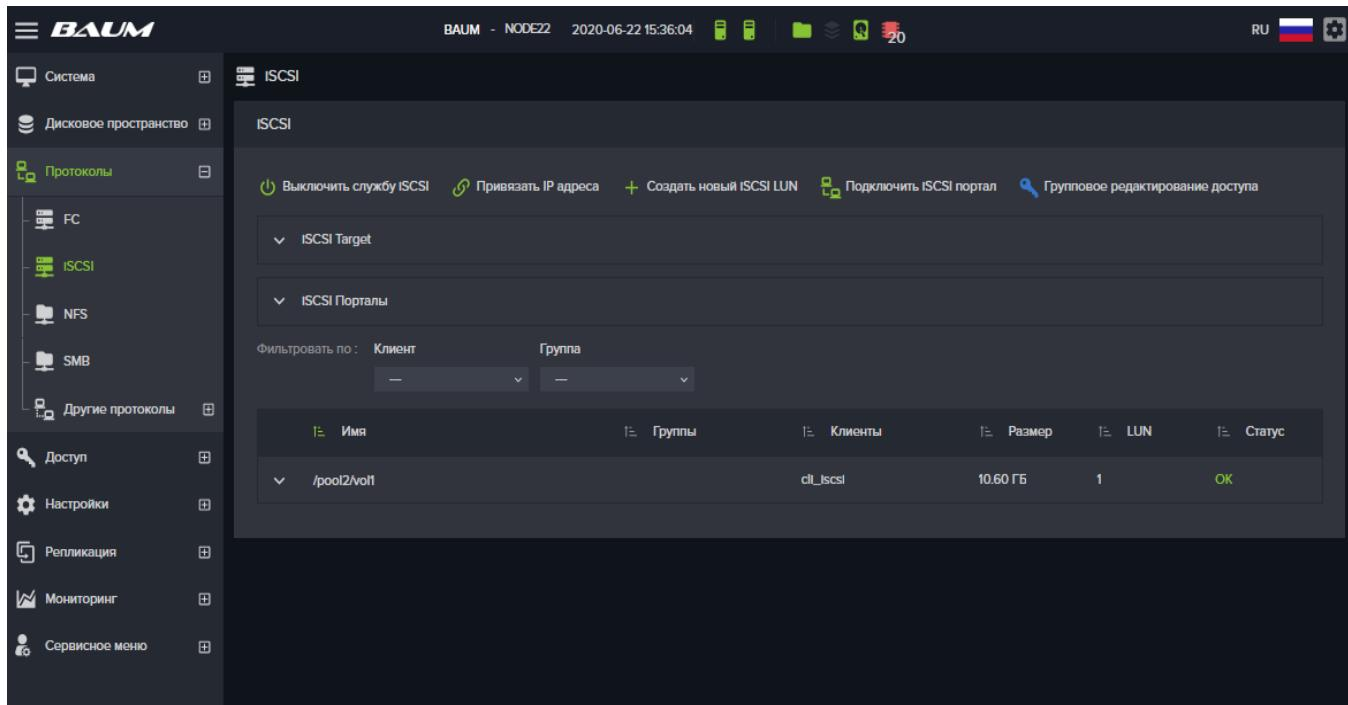

Рисунок 26. Меню службы iSCSI
1. Разверните содержимое пункта меню «Протоколы» и выберите нужный протокол из списка. В основной области окна появится название выбранной службы протокола и информация о текущих настройках. (см. Рисунок 26);